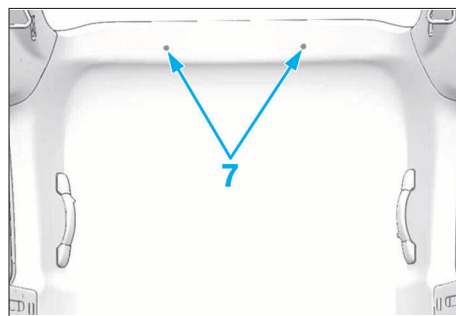

FIG. 94
- Déposer les agrafes de fixation (7)(Fig.94).